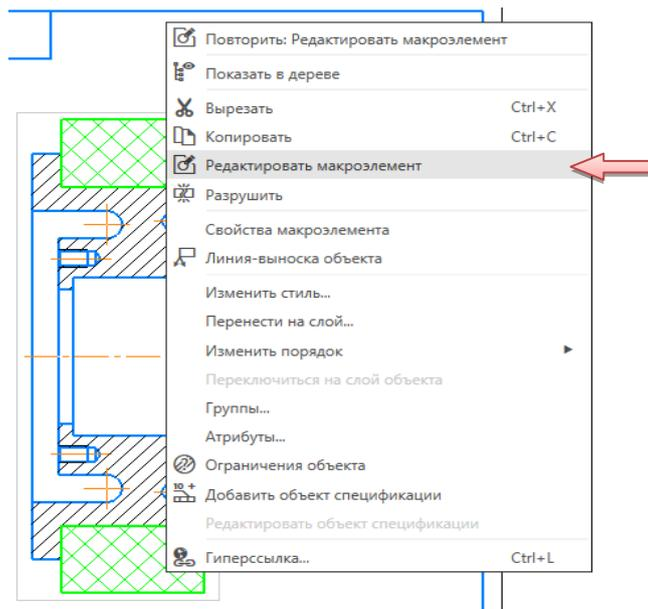

Рис. 2.22. Меню редактирования макроэлемента
- Щелкните правой кнопкой мыши на выделенном изображении и вызовите из контекстного меню команду «Редактировать макроэлемент» (рис. 2.22).